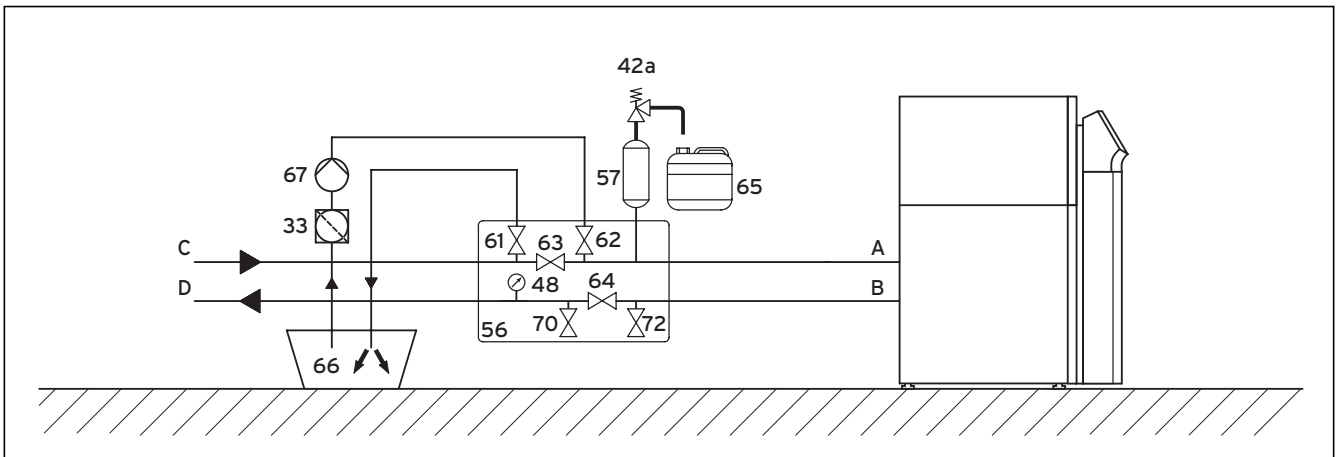

Abb. 6.6 Gesamten Solekreis in einem Arbeitsgang befüllen und entlüften
- Öffnen Sie ggf. alle weiteren Absperrventile, die in → **Abb. 6.6** nicht gezeigt sind.
- Öffnen Sie das Absperrventil (→ **Abb. 6.6, Pos. 63**), damit die Luft in der Rohrleitung zwischen den Absperrventilen (→ **Abb. 6.6, Pos. 61 und 62**) entweichen kann.
- Öffnen Sie ggf. das Absperrventil (→ **Abb. 6.6, Pos. 64**), das aufgrund einer eventuellen Teilentlüftung noch verschlossen sein kann, damit die Luft in der Rohrleitung zwischen den Absperrventilen (→ **Abb. 6.6, Pos. 70 und 72**) entweichen kann.
- Schließen Sie das Absperrventil (→ **Abb. 6.6, Pos. 61**) und setzen Sie den Solekreis mittels der Befüllpumpe (→ **Abb. 6.6, Pos. 67**) unter Druck, bis der Sole-Ausgleichbehälter (1) höchstens bis zu zwei Drittel gefüllt ist und der Druck 3 bar nicht übersteigt.
- Schließen Sie nun auch das Absperrventil (→ **Abb. 6.6, Pos. 62**).
- Schalten Sie die Befüllpumpe (→ **Abb. 6.6, Pos. 67**) aus.
- Öffnen Sie das Sicherheitsventil (→ **Abb. 6.6, Pos. 42a**), um einen eventuellen Überdruck über dem gewünschten Fülldruck von 2,0 bar und unterhalb des Auslösedrucks des Sicherheitsventils von 3 bar entweichen zu lassen. Der Sole-Ausgleichbehälter muss zu zwei Drittel mit Flüssigkeit gefüllt sein.
- Entfernen Sie den Schlauch vom Absperrventil (62).